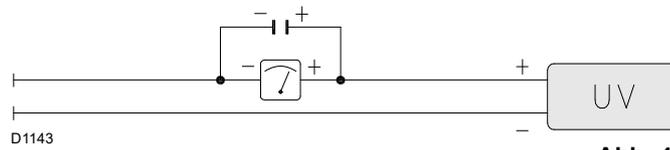

Abb. 44
7.2.4 Strom am Flammensensor (Abb. 44)